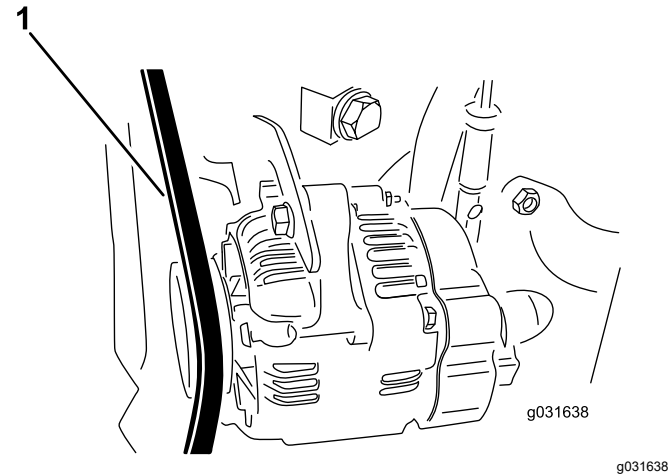

图 61
- 2. 向交流发电机皮带的两个皮带轮中间位置施加 30N 的力量图 61。